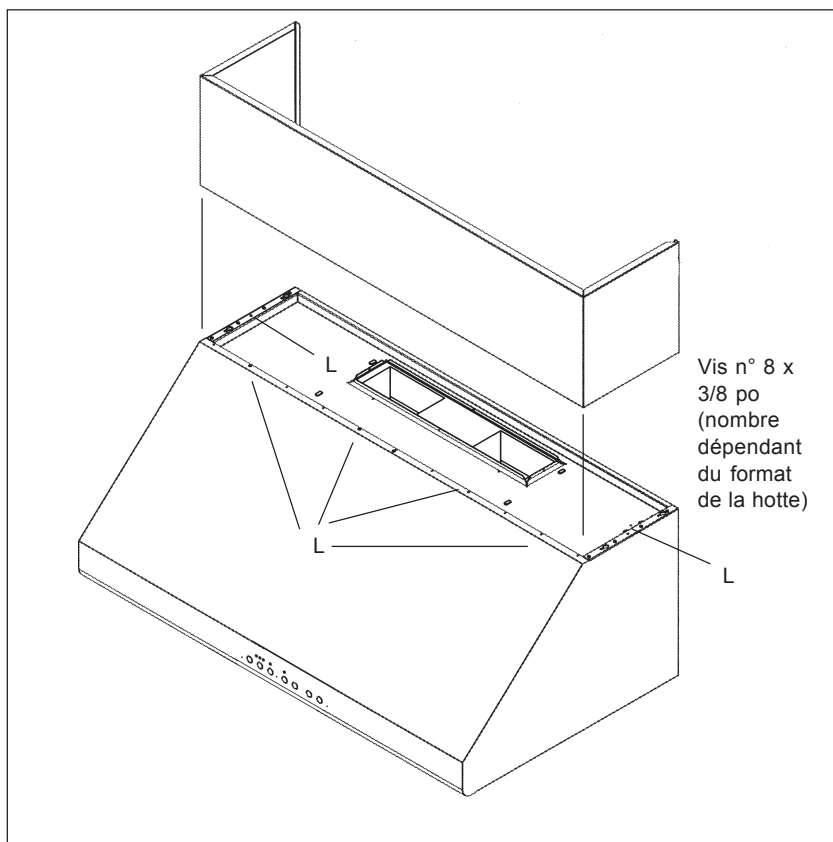

Figure 9
Des couvercles de conduit optionnels montrés à la figure 9 peuvent être utilisés pour combler l'espace entre la hotte et le plafond. Des couvercles de conduit 6 po ou 12 po sont disponibles et peuvent être commandés séparément.
2. Fixer le(s) conduit(s) de couvercle à la hotte à l'aide de vis à métal, comme à la figure 9.